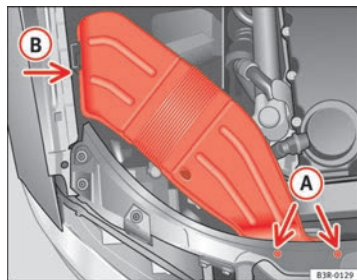

Fig. 192 Conduit d'air, côté droit du véhicule
- Dévissez les vis **A** ⇒ fig. 192.